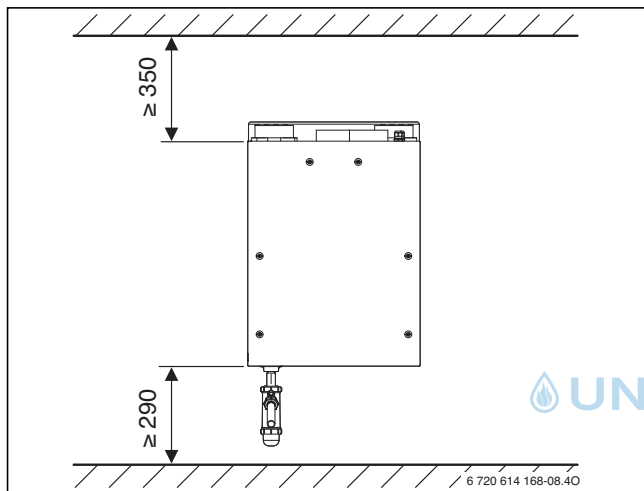
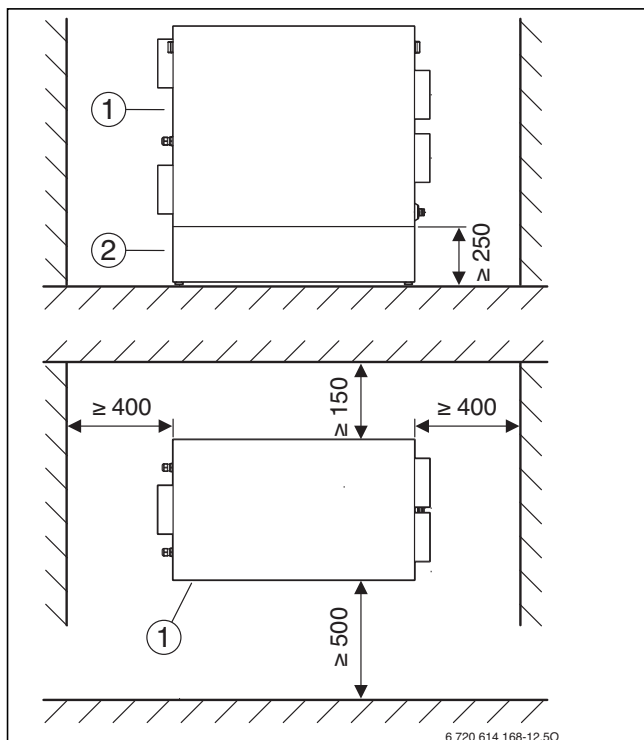

Bild 19 Mindestabstand bei der Gerätemontage LP 150-1
Bild 20 Mindestabstand bei der Gerätemontage LP 250/LP 350
- Mindestabstände zu Wänden, Decke und Boden beachten (→ Bild 19 bzw. Bild 20). Der Mindestabstand vor dem Gerät beträgt 500 mm.